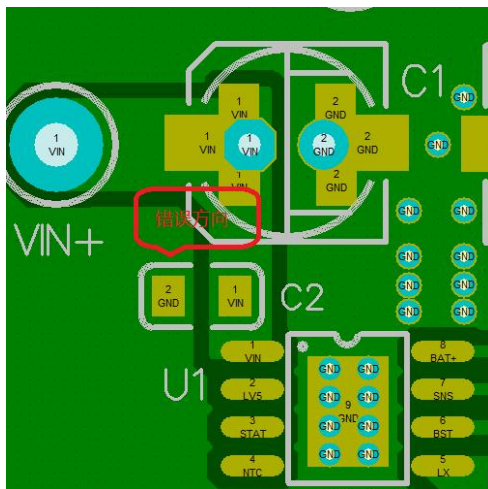

图 2 (C2 电容错误方向)
2. 输入小容量贴片电容 C2 尽量靠近芯片第一脚和底盘，注意 C2 的放置方向，尽量放置在输入大电流回路，如下图 2,3 所示：